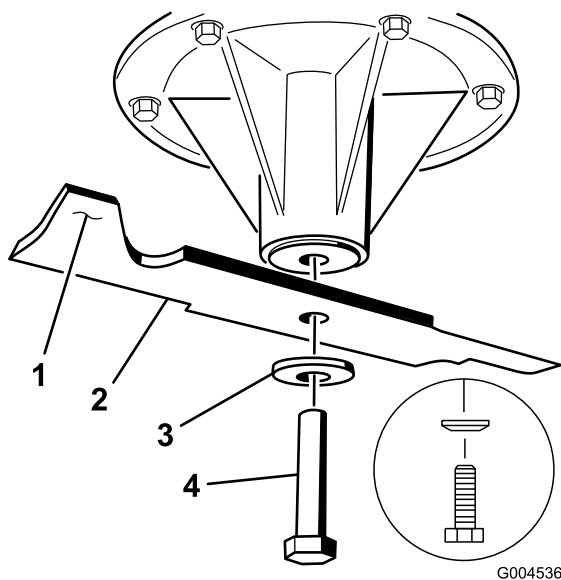
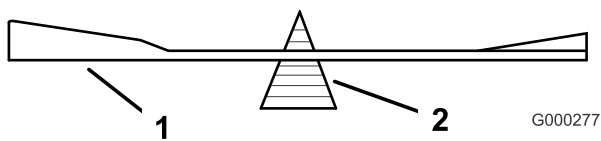

Figura 62
Figura 65
2. En las plataformas de cortacésped de 40 y 48 pulgadas, retire del eje el perno de la cuchilla, la arandela curva y la cuchilla (Figura 62).
2. Verifique el equilibrio de la cuchilla colocándola sobre un equilibrador de cuchillas (Figura 65). Si la cuchilla se mantiene horizontal, está equilibrada y puede utilizarse. Si la cuchilla no está equilibrada, rebaje algo el metal en la parte de la vela solamente (Figura 62). Repita este procedimiento hasta que la cuchilla esté equilibrada.
1. Instale la cuchilla en el eje (Figura 62).
Importante: La vela de la cuchilla debe apuntar hacia arriba y hacia el interior del cortacésped para asegurar un corte correcto (Figura 62).
2. En las plataformas de cortacésped de 40 y 48 pulgadas, instale la cuchilla, la arandela curva y el perno de la cuchilla (Figura 62).